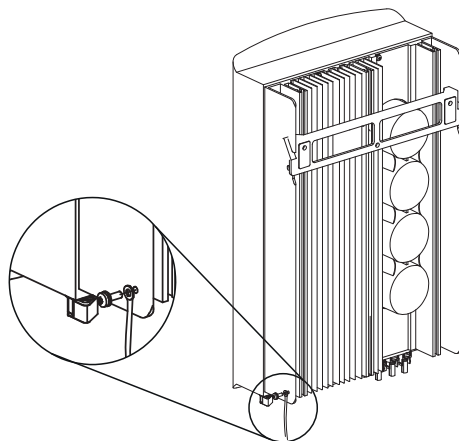

Figura 4.9 Fixação dos Cabos
Conecte o cabo de aterramento ao ponto de aterramento no dissipador de calor e aperte o parafuso com o torque de 3-4 Nm (veja a Figura 4.9).
1. Remova o isolamento do cabo de CA até cerca de 80 mm e depois a extremidade de cada fio (como mostrado na figura 4.9)